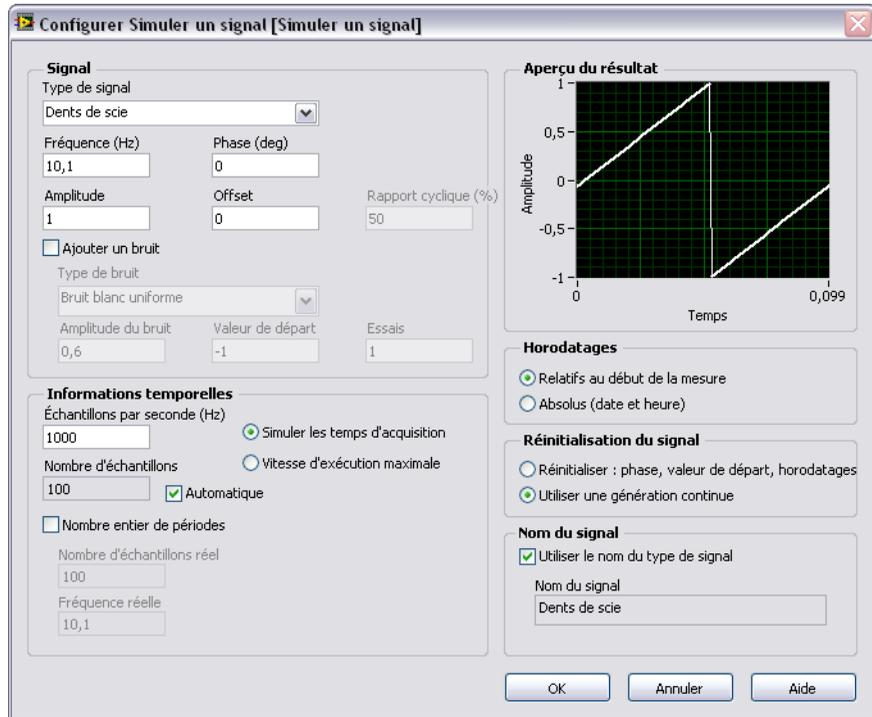

Figure 1-5. Boîte de dialogue Configurer Simuler un signal
3. Sélectionnez **Dents de scie** dans le menu déroulant de **Type de signal**. Le signal du graphe de la section **Aperçu du résultat** devient un signal en dents de scie. La boîte de dialogue **Configurer Simuler un signal** doit ressembler à la figure 1-5.
Dans la figure 1-5, notez que **Amplitude** est une option de la boîte de dialogue **Configurer Simuler un signal**. Quand les entrées, comme **Amplitude**, apparaissent à la fois dans le diagramme et dans la boîte de dialogue de configuration, vous pouvez configurer les entrées depuis l'un ou l'autre de ces emplacements.